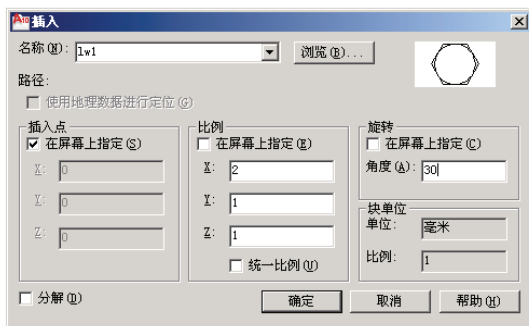

图 7-7 “插入”对话框
(1) 单击 **插入块** 按钮，弹出图 7-7 所示的“插入”对话框。
(2) 单击名称后的向下小箭头，在名称列表中选择“lw1”。
(3) 在“插入点”区中选择“在屏幕上指定”复选框。
(4) 在“比例”区设定成 X 方向 2，Y 方向 1。
(5) 在“旋转”区设定旋转角度为 30°，如图 7-7 所示。
要在一图形文件中引用另一图形文件，有两种方法：一是采用插入命令，二是采用外部参照的方法。插入一个图形文件有两种不同的操作方法：一是下达 INSERT 命令，如图 7-7 所示，在对话框中“浏览”时选择需要插入的图形即可，二是通过多文档拖动的方法，拖动图形文件到绘图区，其本质也是插入。